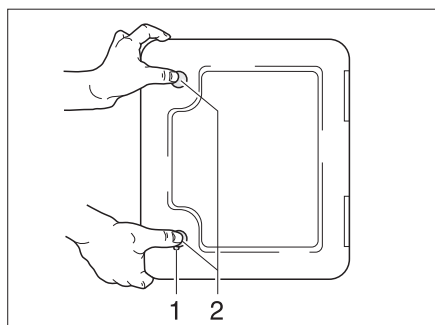

Fig. 156 Trampilla para el inodoro cassette
- Abrir la trampilla para el cassette en el exterior del vehículo. Para esto, introducir la llave en el cilindro de cierre del cierre a presión (Fig. 156,1) y girarla un cuarto de vuelta.
- Presionar ambos cierres a presión (Fig. 156,2) al mismo tiempo con el pulgar y abrir la trampilla para el cassette.